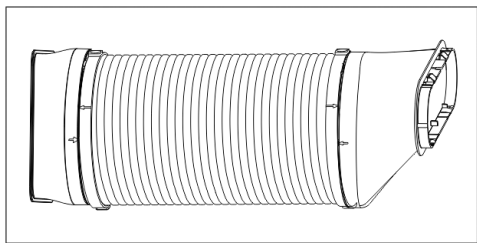

Fig. 3
2.Après assemblage, comme illustré ci-dessous. (Fig. 3)